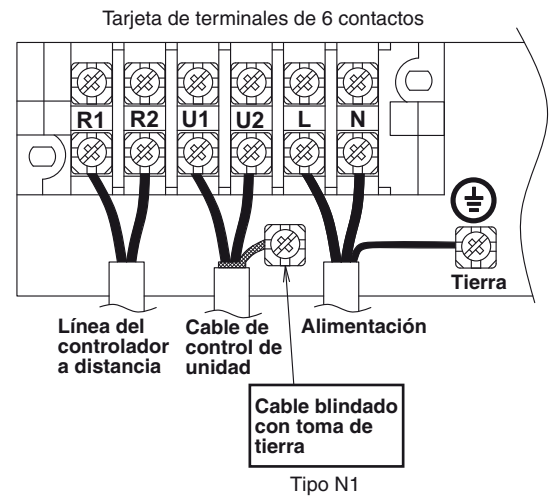

Fig. 4-2
- (1) Consulte la sección 4-2. “Longitud de cables y diámetro de cables recomendados para el sistema de alimentación” para la explicación de “A”, “B”, “C”, “D” y “E” en los diagramas anteriores.
- (2) El diagrama de conexiones básicas de la unidad interior muestra las tarjetas de terminales, por lo que las tarjetas de terminales de su equipo pueden ser distintas de la ilustrada. (Fig. 4-2)
- (3) Deberá ajustarse la dirección del circuito de refrigerante (R.C.) antes de conectar la alimentación.
- (4) Con respecto al ajuste de la dirección R.C., consulte las instrucciones de instalación suministradas con la unidad del mando a distancia (opcional). El ajuste de la dirección automática se puede ejecutar con el mando a distancia de forma automática. Consulte las instrucciones de instalación suministradas con la unidad del mando a distancia (opcional).